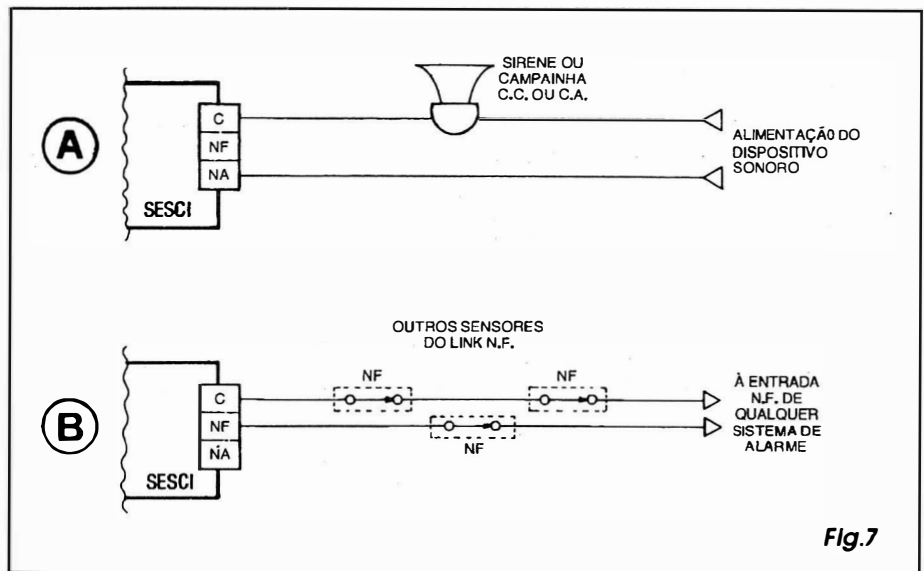

Fig.7
- **FIG. 7 - UTILIZANDO OS CONTATOS DE SAÍDA DO SESCO...** - O diagrama mostra duas formas típicas de se aproveitar (bem...) o chaveamento de saída do circuito... Em **7-A** temos o acionamento (na condição de disparo temporizado...) de uma sirene, campainha ou cigarra, seja esta normalmente alimentada por C.A. ou C.C. (uma vez que os contatos do relê são totalmente independentes do restante do circuito...). Para tanto, usamos os